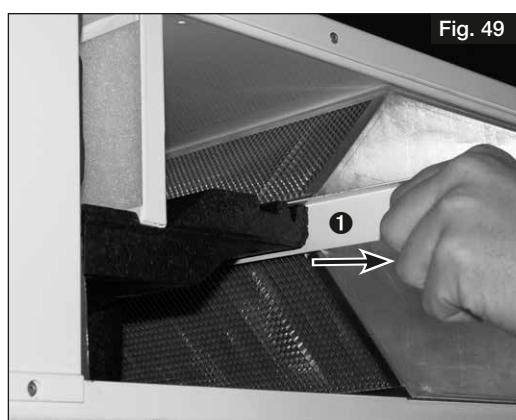

Fig. 49
2. Retirer la bande d'étanchéité ① (voir Fig. 49).